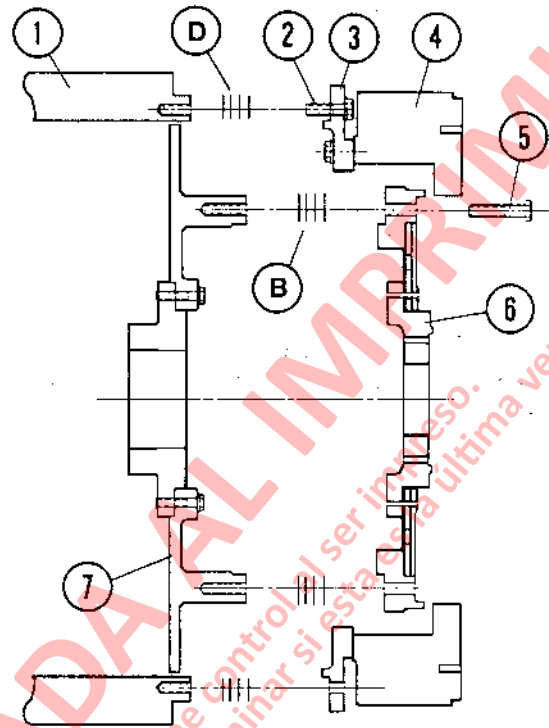

FIGURA 4-6.
2. Ponga cuidadosamente el alternador en su lugar, y enganche el anillo de mando del motor (6, Figura 4-6) en el mando del rotor del alternador (7) empleando las laines "B", si fuese necesario (consulte el paso 5.a., "Determinación de las Laines").
3. Instale los pernos del adaptador de la caja de la volante (2) en la caja del alternador (1). Apriete a un torque de **175 ft. lbs. (237 N.m)**.
4. Instale pernos (5) a través del anillo de mando del motor (6) en el adaptador del rotor del alternador (7). Gire el cigüeñal para acceder a los orificios y alinearlos. Apriete los pernos (5) a un torque de **175 ft. lbs. (237 N.m)**.